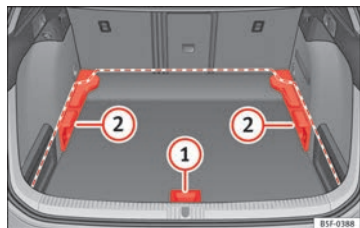
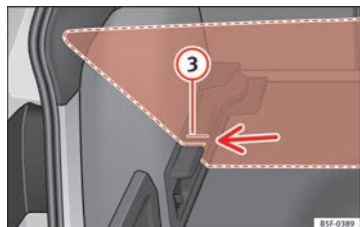

Fig. 112 Piso variable del maletero: posiciones.
Fig. 113 Piso variable del maletero: ranuras inclinadas.
- Levante el piso por el asidero ⇒ fig. 112 ①, tire de él hacia atrás hasta que la parte delantera del piso rebase totalmente los soportes ②.
- Haga desplazar sobre estos el piso hacia adelante hasta que haga tope en el respaldo de los asientos posteriores y, a continuación, baje el piso con el asidero ①.
- Levantar el piso por el asidero ⇒ fig. 112 ①, tire de él hacia atrás hasta que la parte delantera del piso rebase totalmente los soportes ②.
- Entonces haga coincidir esa parte delantera con las ranuras inferiores de dichos soportes y deslice el piso hacia adelante hasta que haga tope en el respaldo de los asientos posteriores bajando al mismo tiempo el piso con el asidero ①.
- Levante el piso variable por el asidero ⇒ fig. 112 ① y tire de él hacia atrás hasta que la parte delantera del piso rebase las ranuras inclinadas ⇒ fig. 113 ③.
- Haga pasar el piso por dichas ranuras ayudándose con el asidero ① hasta que haga tope en el respaldo de los asientos posteriores y se apoye el piso en las ranuras.